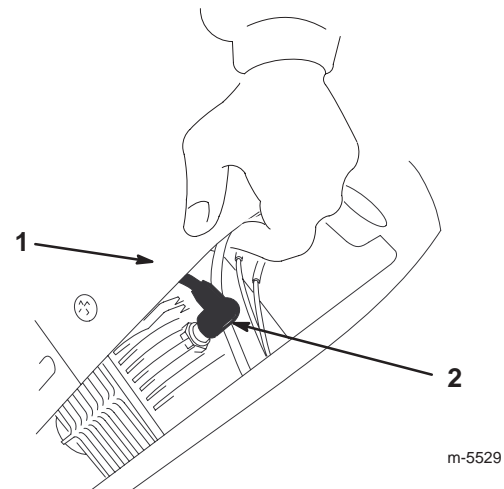

Bild 24
2. Befestigungsschrauben (3)
5. Heben Sie die Haube hoch und klemmen Sie das Zündkabel von der Zündkerze ab (Bild 24).